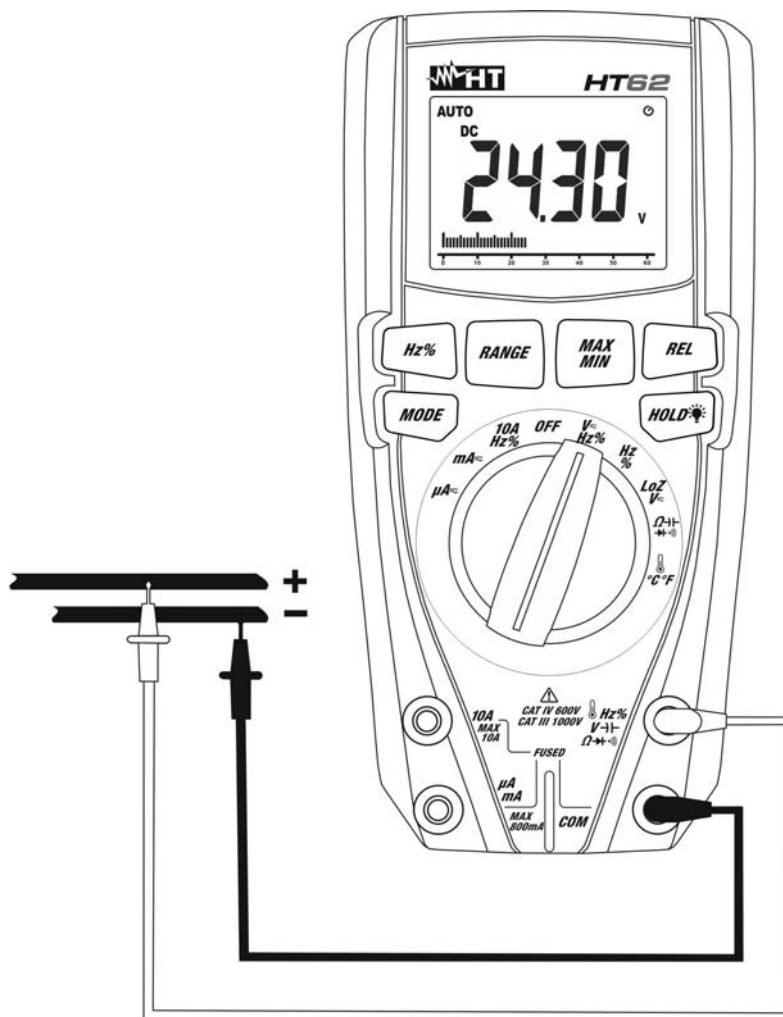

Fig. 2: Uso del instrumento para medida de Tensión CC
4. Posicione la punta roja y la punta negra respectivamente en los puntos a potencial positivo y negativo del circuito en examen (vea Fig. 2). El valor de la tensión se muestra en pantalla
6. La visualización del símbolo "-" en el visualizador del instrumento indica que la tensión tiene sentido opuesto respecto a la conexión de Fig. 2.
4. Posicione la punta roja y la punta negra respectivamente en los puntos del circuito en examen (vea Fig. 4) para medida de tensión CA o en los puntos a potencial positivo y negativo del circuito en examen (vea Fig. 2) para medida de tensión CC. El valor de la tensión se muestra en pantalla